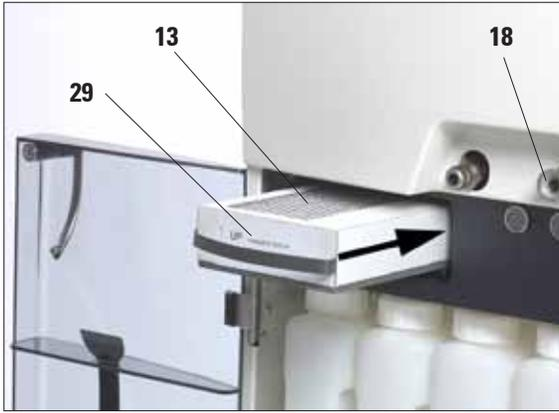

Fig. 5
- Retire o filtro de carvão ativado da embalagem (13) e insira-o no aparelho (consulte Fig. 5).
Ao inserir a mangueira na conexão para enchimento/drenagem (item 18 da Fig. 5/6), o dispositivo de conexão (28) da mangueira deverá travar com um clique audível.